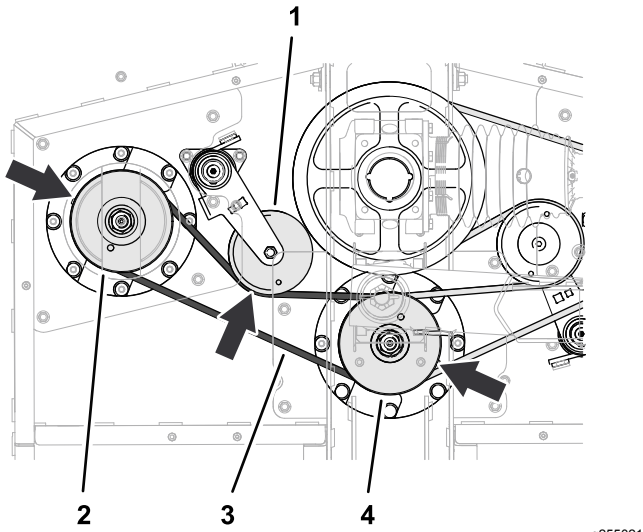

Figura 61
2. Dirija la correa larga alrededor de la polea de eje izquierdo y la ranura inferior de la polea de eje central (Figura 61).
3. Utilice una llave de extensión o una herramienta similar para girar el tensor de la correa en sentido antihorario y deslice la correa sobre de la polea del tensor (Figura 61).